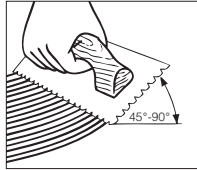

Figura 9
- Sostenga la llana a un ángulo mínimo de 45° (Figura 9) firmemente contra la base para obtener un índice de distribución de 50-60 pies cuadrados (4-5.5 metros cuadrados) por galón. La llana deja resaltos de adhesivo y muy poco adhesivo entre los resaltos. Esto aún le permitirá ver los cordeles entizados entre los resaltos y obtener el índice de distribución recomendado.